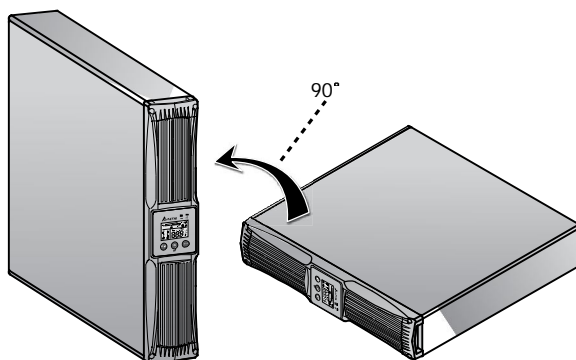

Рис. 3-9. Поставьте ИБП вертикально
- 5) Осторожно поверните ИБП и поставьте его в вертикальное положение. При этом логотип Delta должен быть обращен к вам. См. **Рис. 3-9**.